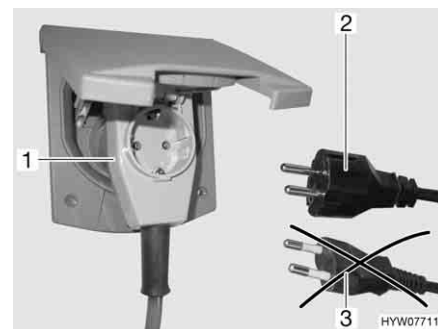

Fig. 143 Collegamento ad un connettore ad angolo provvisto di presa
- ▶ Se si impiega un connettore ad angolo CEE 17 provvisto di una presa integrata sulla parte posteriore (Fig. 143,1), utilizzare esclusivamente una spina IP 44 gommata e sigillata con contatto di terra (Fig. 143,2). Non utilizzare spine senza contatto di terra (Fig. 143,3). Pericolo di scarica elettrica!